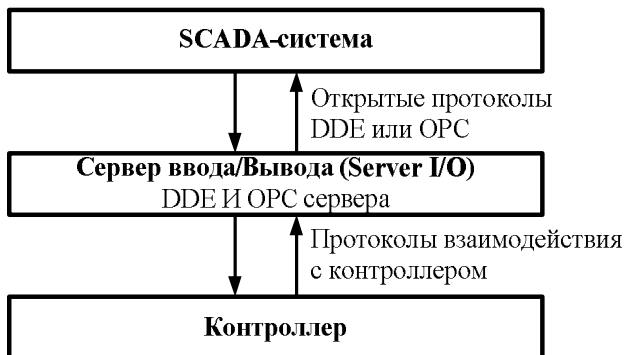

Рис. 3. Схема применения SCADA-систем
2. *Открытые системы*, сетевые комплексы на основе микропроцессорных контроллеров, характеризуется тем, что применяются открытые пакеты прикладных программ для операторских станций, предназначенных не для конкретной микропроцессорной системы, а приспособленные для применения в разных программно-технических и сетевых средах (рис.3).